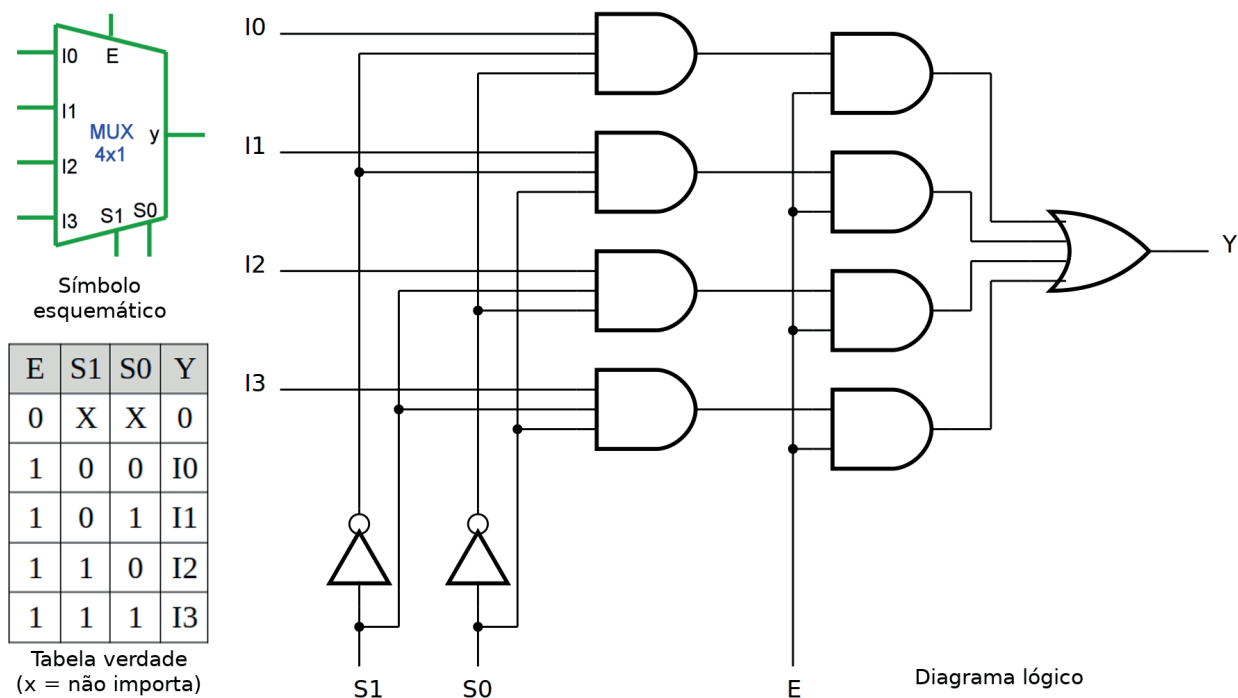

Figura 8.2 – O símbolo esquemático, o diagrama lógico e a tabela verdade de um MUX 4x1 com entrada de habilitação (E) ativa em alto.
A figura 8.2 mostra o símbolo esquemático, o diagrama lógico e a tabela verdade de um MUX 4x1 com entrada de habilitação (E) ativa em alto. Neste multiplexador, a entrada de habilitação E ativa em alto, entradas de seleção S_1, S_0 , os sinais de entrada I_0, I_1, I_2 e I_3 , e a saída Y são todas variáveis booleanas. Quando este multiplexador é desativado com E definido como 0, nenhum sinal de entrada é selecionado e passado para a saída. Quando este multiplexador é habilitado com E ajustado para 1: se $S_1S_0 = 00$, (respectivamente, 01, 10, 11), então o sinal de entrada I_0 (respectivamente, I_1, I_2, I_3) é selecionado e passado para a saída Y .